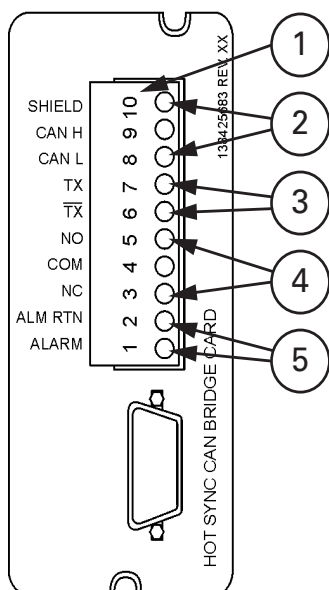
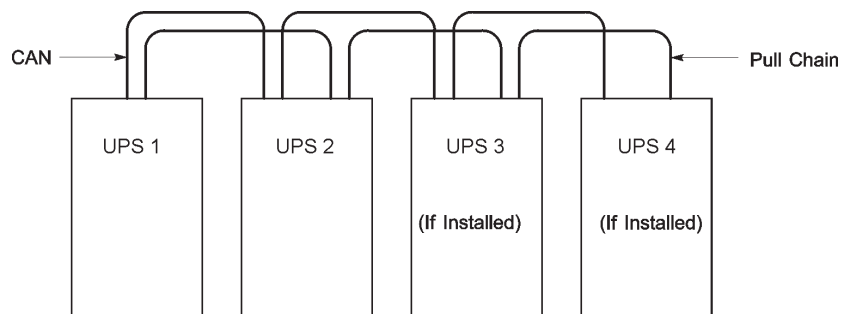
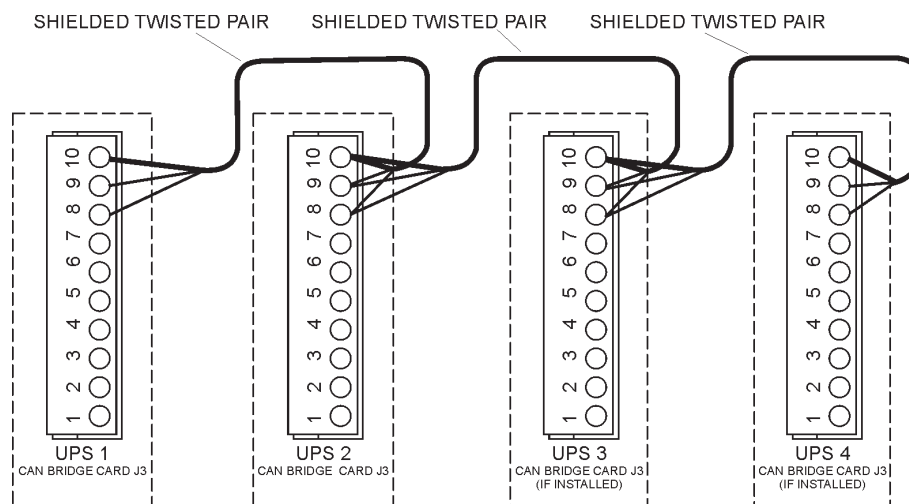

Рис. 5-2. Подключения карты Hot Sync CAN Bridge
Рис. 5-3. Установка упрощенной интерфейсной проводки Pull-Chain и CAN системы с распределенным байпасом
Рис. 5-4. Подключение CAN системы с распределенным байпасом ИБП без использования MOV
Расположение соответствующих клемм на карте HotSync CAN Bridge см. на Рис. 5-2 и в Табл. 5-1 на стр. 57.
7. Проложите и установите проводку CAN между шкафами ИБП. Расположение клемм карты HotSync CAN Bridge см. на Рис. 5-2 и в Табл. 5-1 на стр. 57, а информацию по подключению проводки на Рис. 5-3, Рис. 5-4 и в Табл. 5-2 на стр. 60.